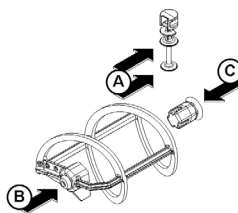

figura 13
**2** Lubrificare il pistone rubinetto, il raschiatore esterno e il giunto esagonale (nei punti A, B e C indicati in figura 13) utilizzando esclusivamente il grasso fornito dal fabbricante o altro grasso per